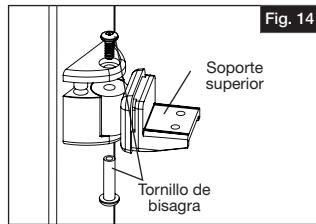

Fig. 14
- Retirar los tornillos de bisagra de los soportes inferiores. Remover los soportes inferiores de las bases de soporte e insertar los soportes inferiores en cada extremo del travesaño inferior (Fig. 14).